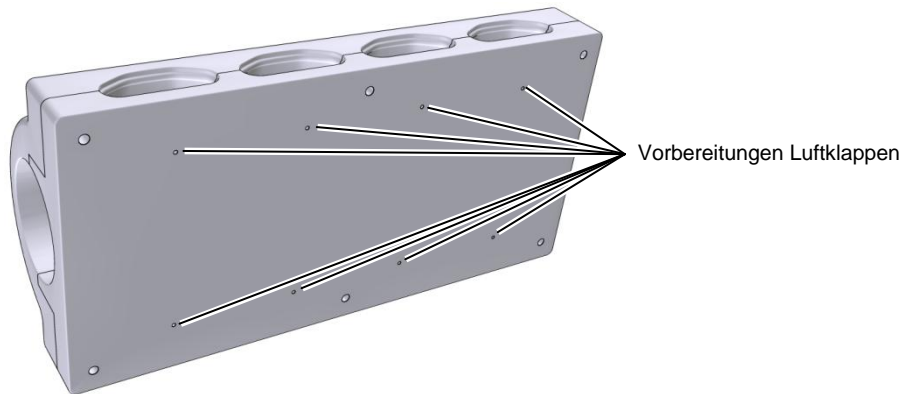

Abb. 22 Nicht erforderliche Vorbereitungen durch Klebepunkte verschließen
- Verschließen Sie zunächst auf der Rückseite des Luftverteilers alle nicht benötigten Luftklappenvorbereitungen mit den mitgelieferten Gewebeklebspunkten (siehe Abb. 22). Entnehmen Sie Ihren Planungsunterlagen, welche Auslässe mit einer Luftklappe versehen werden.